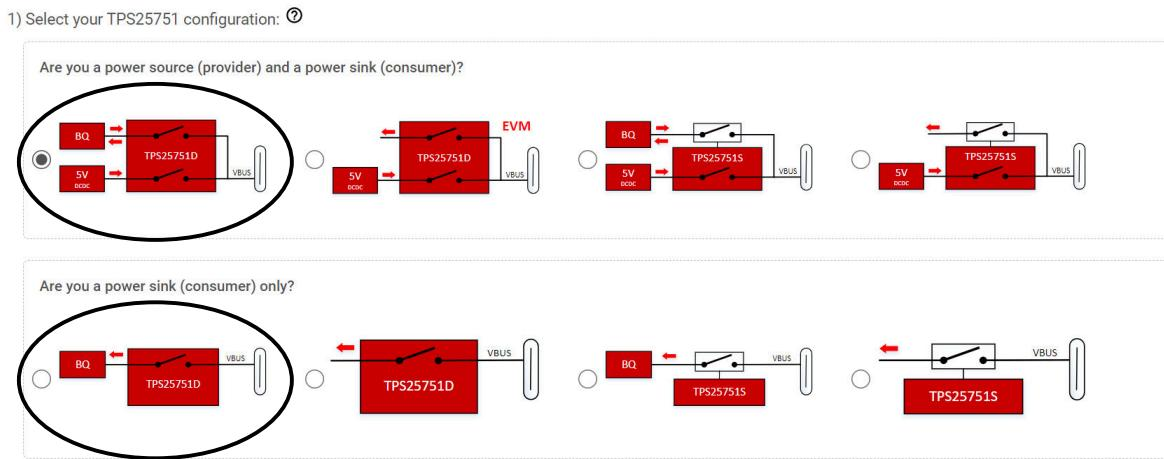

図 4-7. TPS25751D + BQ の構成
1. アプリケーション カスタマイズ ツールを開き、図 4-7 で次の TPS25751D+BQ 構成のいずれかを選択します：